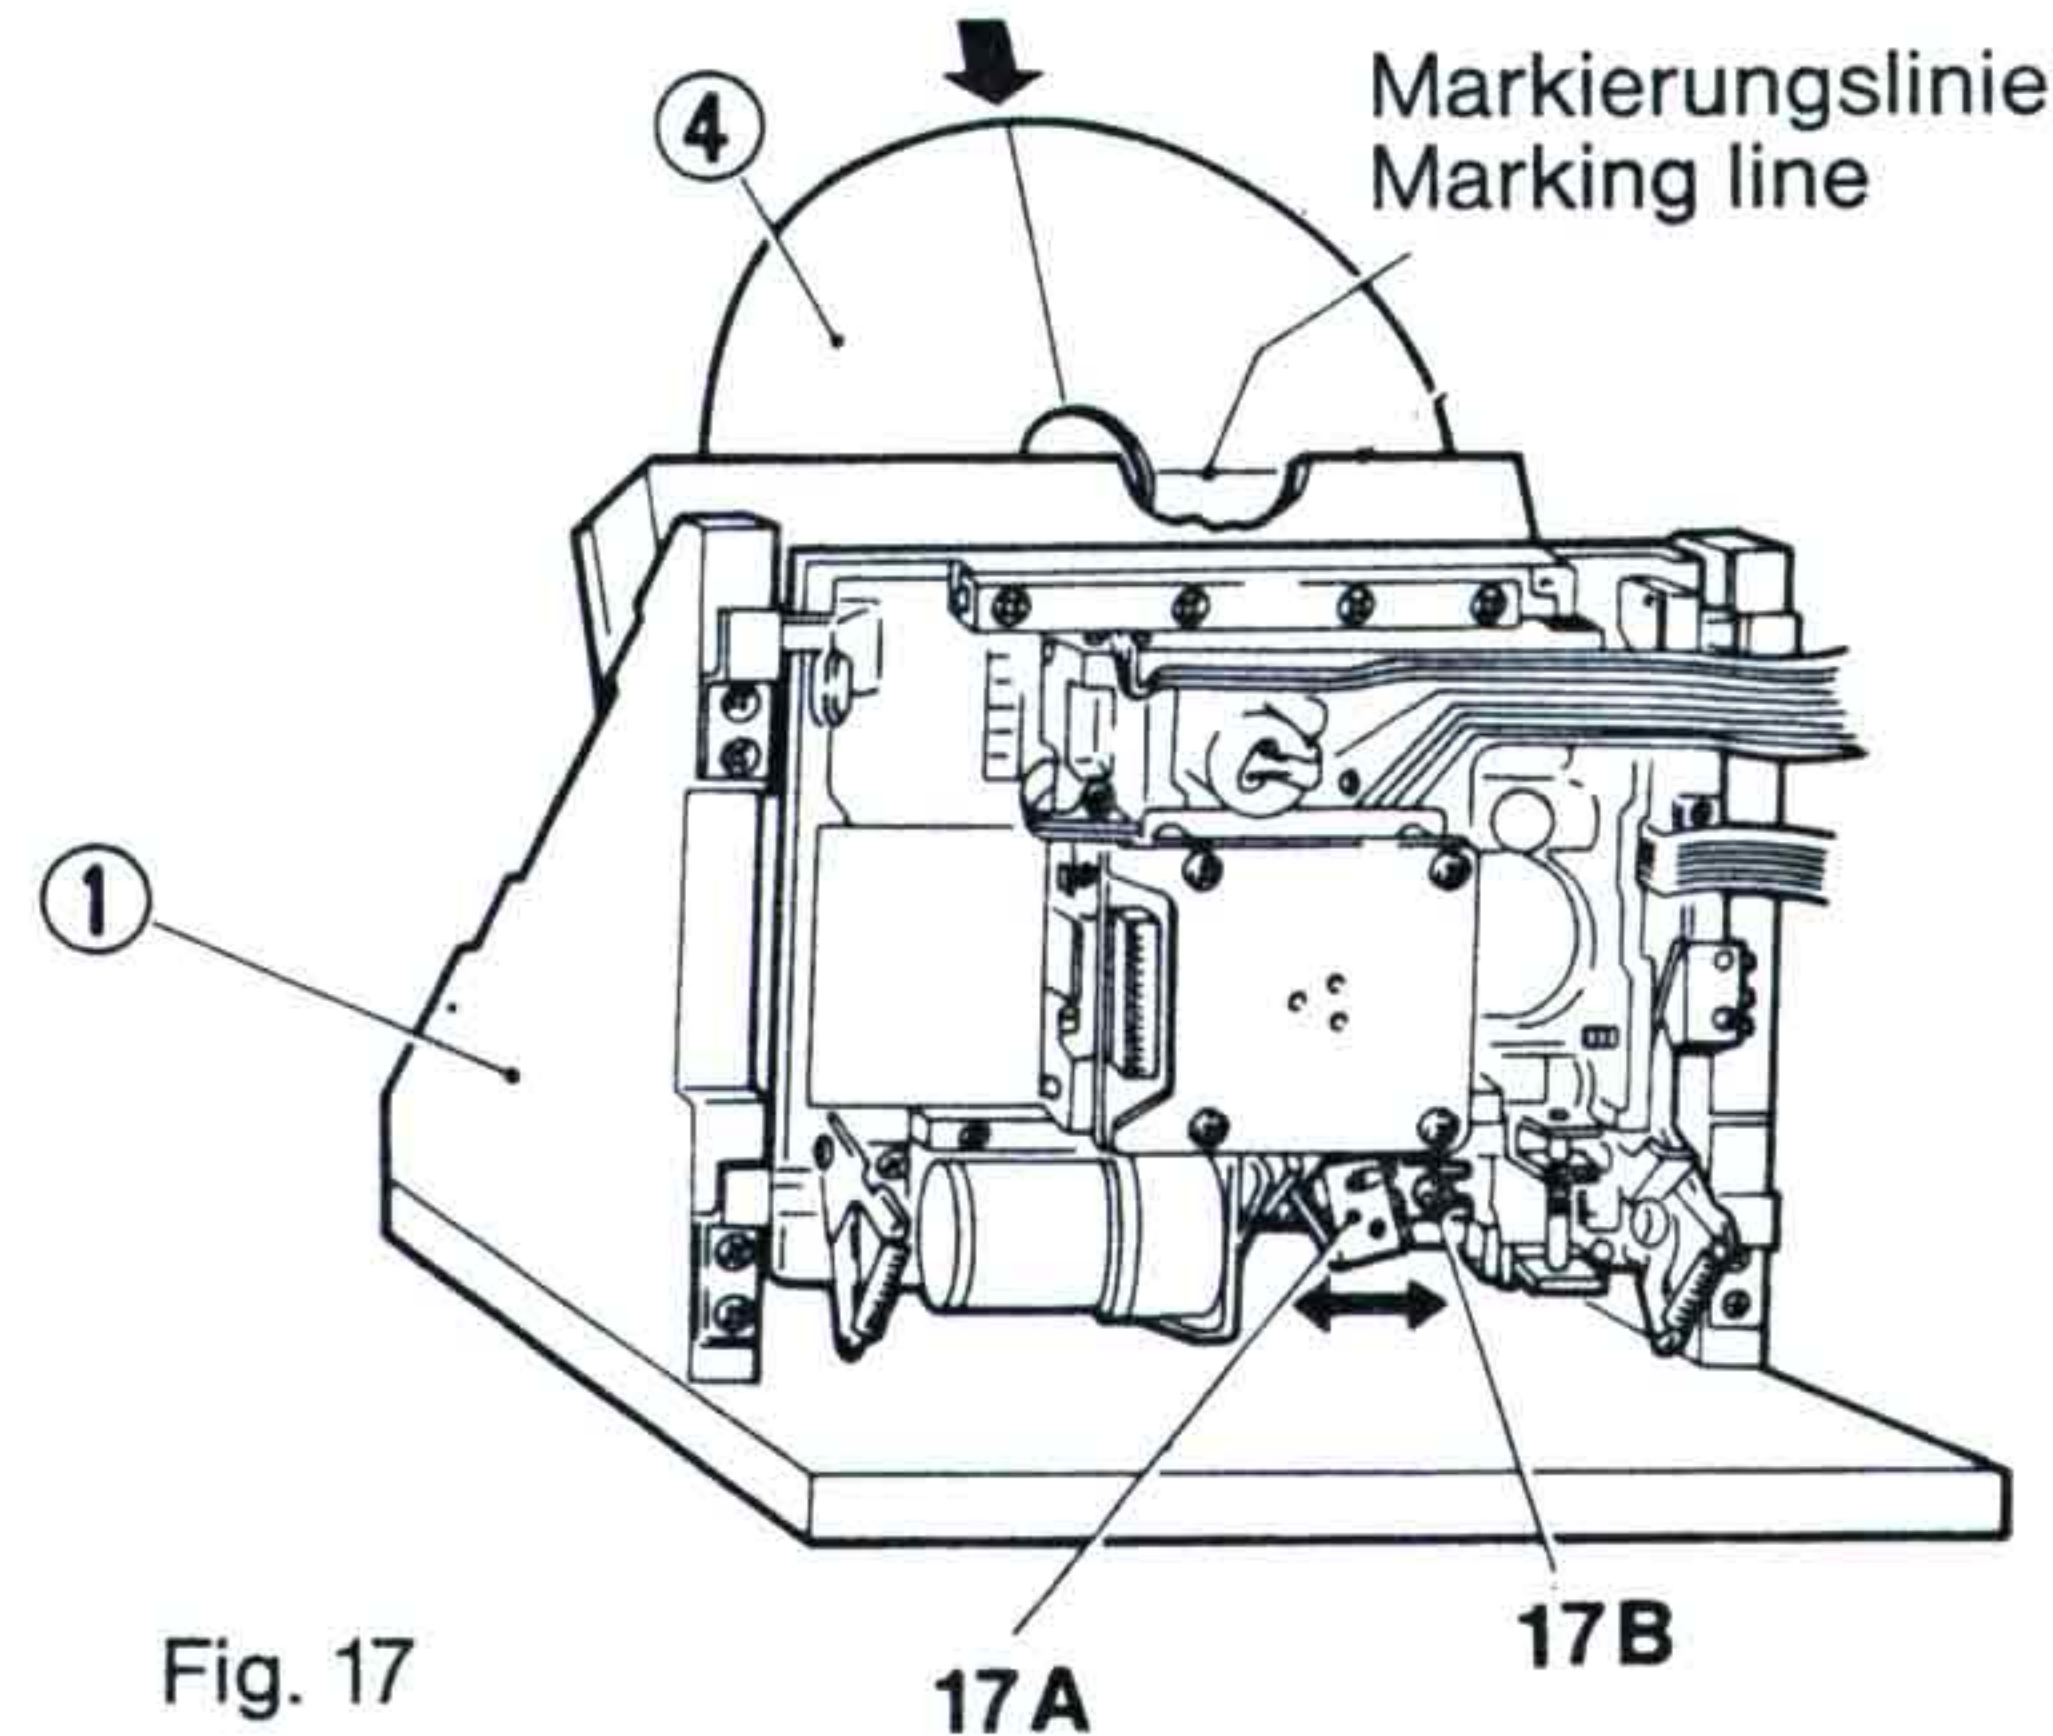

Fig. 17
In den Plattenschacht wird Lehre ④ eingelegt, Plattenschacht mit Taste OPEN/CLOSE schließen und wieder öffnen. Der Mikroschalter 17A wird so eingestellt, daß die waagrechte Strichmarkierung der Lehre ④ mit der Oberkante des Plattenschachtes in einer Linie liegt (Fig. 17).
Adjust the switch 17A with the screw 17B. The horizontal line on the control disc ④ should be at the same level as the upper edge of the flap (Fig. 17).
Introduire dans le volet le disque de contrôle ④, fermer le volet, touche OPEN/CLOSE, l'ouvrir en appuyant sur la touche OPEN/CLOSE. Régler l'interrupteur, 17A avec la vis 17B. Le trait horizontal du disque de contrôle ④ doit être à la même hauteur que le bord supérieur du volet (Fig. 17).
In den Plattenschacht wird Lehre ④ eingelegt, Plattenschacht mit Taste OPEN/CLOSE schließen und öffnen. Der Mikroschalter 20 D wird so eingestellt, daß die waagrechte Strichmarkierung der Lehre ④ in einer Linie mit der Oberkante des Plattenschachtes liegt (Fig. 17).
Insert the control disc into the record holder flap ④. Close and reopen the flap by pressing on the OPEN/CLOSE button. Adjust the switch 20 D. The horizontal line on the control disc ④ should be at the same height as the upper edge of the flap (Fig. 17).
Introduire dans le volet porte-disque le disque de contrôle ④ fermer, puis ouvrir le volet en appuyant sur la touche »OPEN/CLOSE«. Régler l'interrupteur 20 D le trait horizontal du disque de contrôle ④ doit être à la même hauteur que le bord supérieur du volet (Fig. 17).